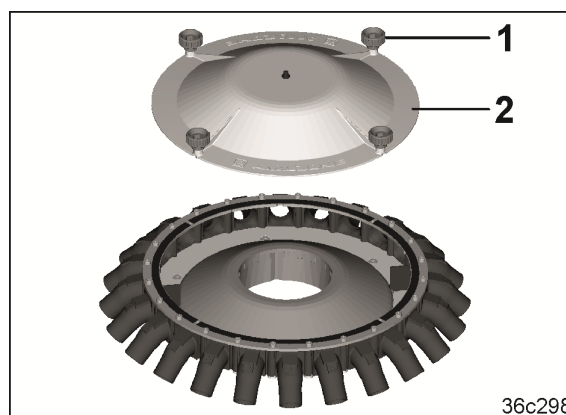

Fig. 246
2. Løsne 4 fingerskruer (Fig. 246/1) og ta av lokket (Fig. 246/2) fra fordelerhodet.